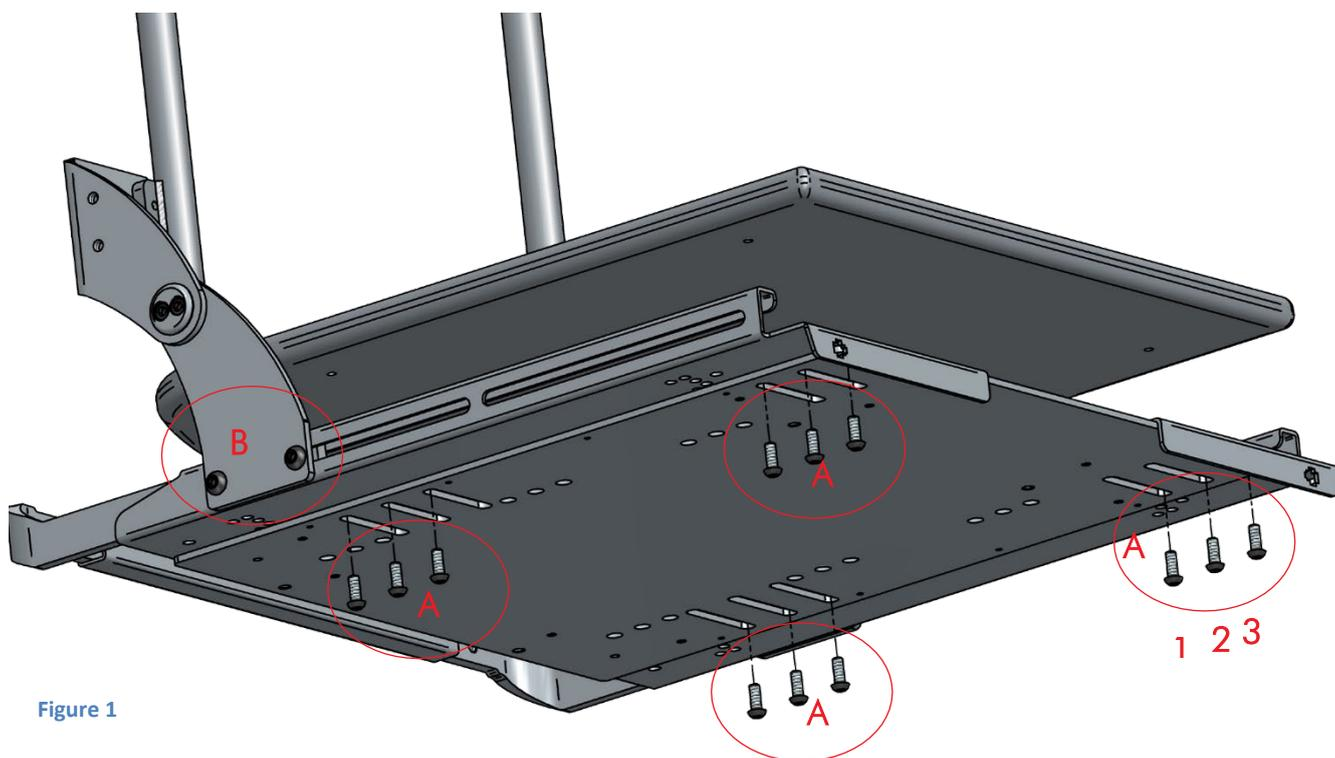

Figure 1
1. Retirez les 4 boulons maintenant le siège (fig. 1 – pos. A).
3. Replacez les 4 boulons (fig. 1 – pos. A).
1. Desserrez les 2 boulons de chaque côté du siège (fig. 1 – pos. B).
3. Serrez les 2 boulons (fig. 1 – pos. B).